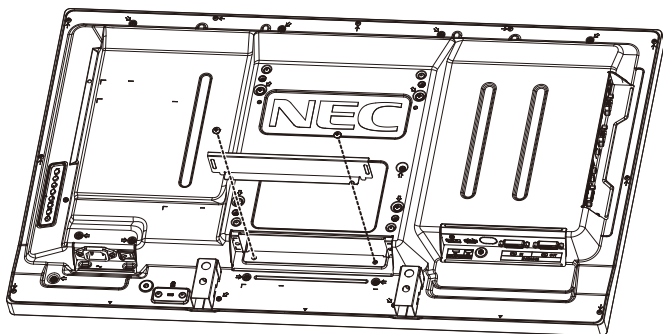

図1
4. オプションボード用スロットのネジを外し(図1)、オプションスロットカバーを取り外します。